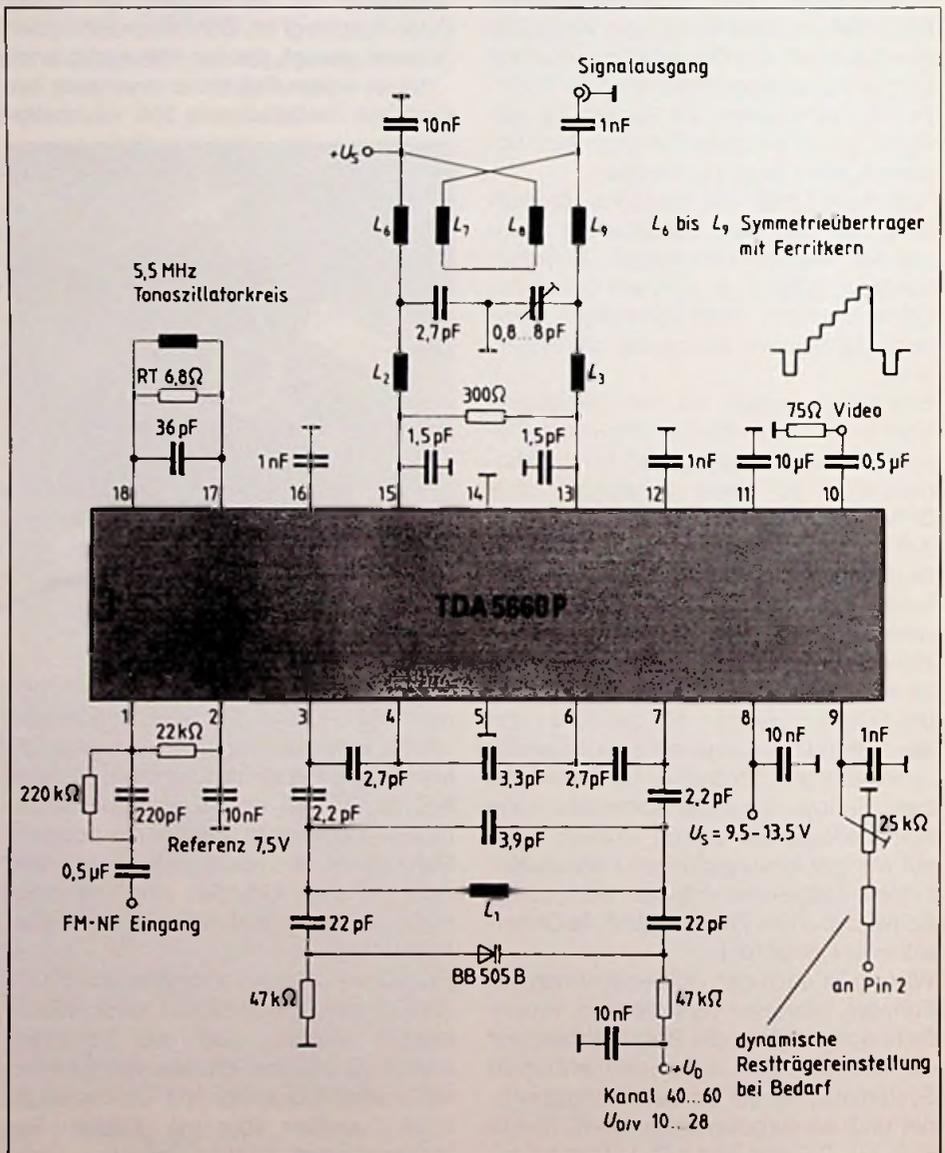

Bild 1: Anwendungsschaltung des TDA 5660P
Das Bild 1 zeigt die Außenbeschaltung des Bausteines. Das Tonsignal (NF) wird bei FM-Modulation kapazitiv am Anschluß 1 angelegt. Durch externe R-C-Beschaltung erfolgt die Einstellung der Preemphasis. Dieses Signal gelangt in einen Mi-